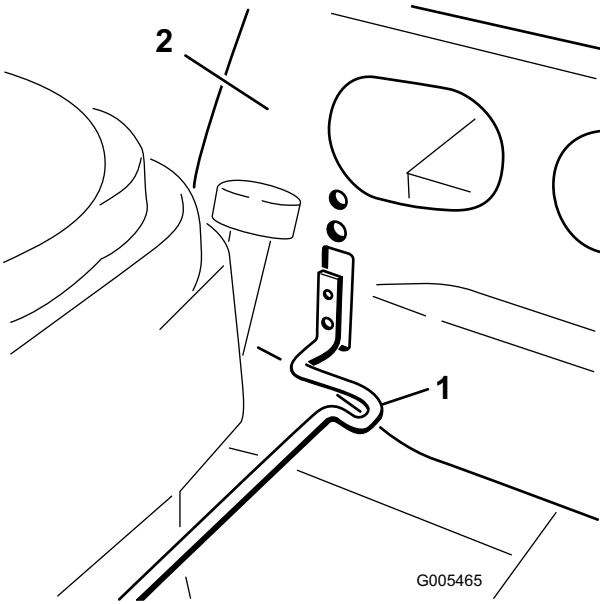

Figure 3
2. Faites pivoter la tige vers le bas pour que l'extrémité opposée puisse s'engager dans l'ouverture à encoches sur le côté intérieur du carénage gauche (Figure 3).